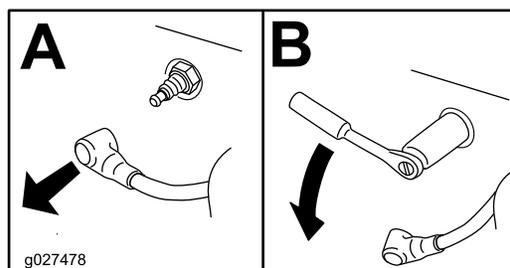

Bild 27
4. Nehmen Sie die Zündkerze heraus, wie in **Bild 27** abgebildet.